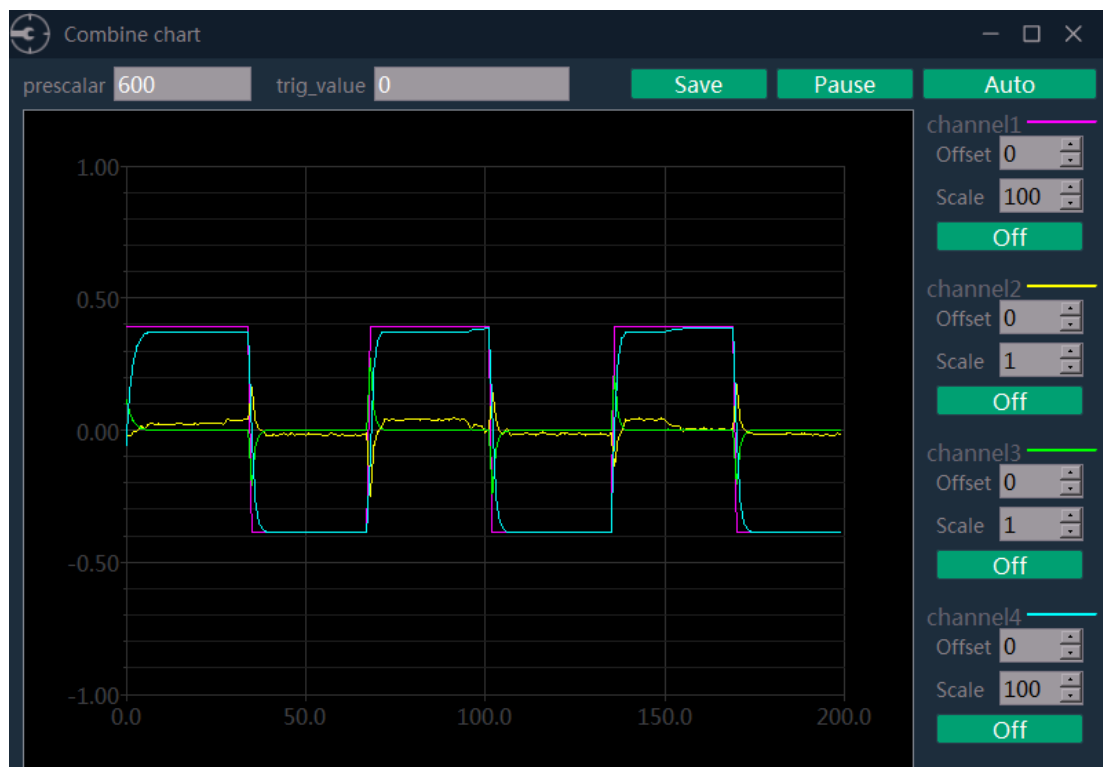

图 38
6. 点击“View Graph”按钮打开示波器窗口，可以查看给定（此时为方波发生器）、电流、速度、位置四通道参数波形，如图 38